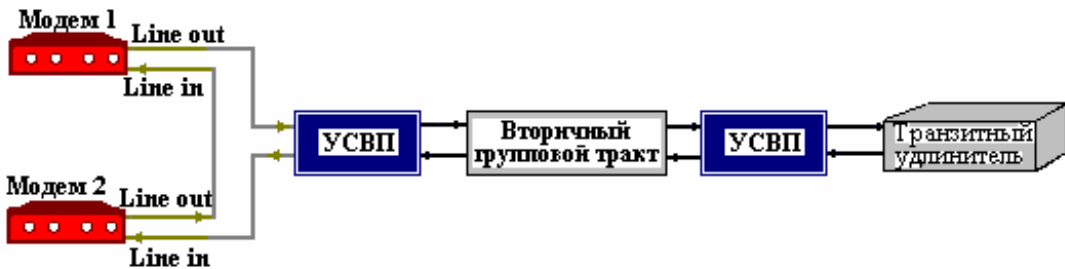
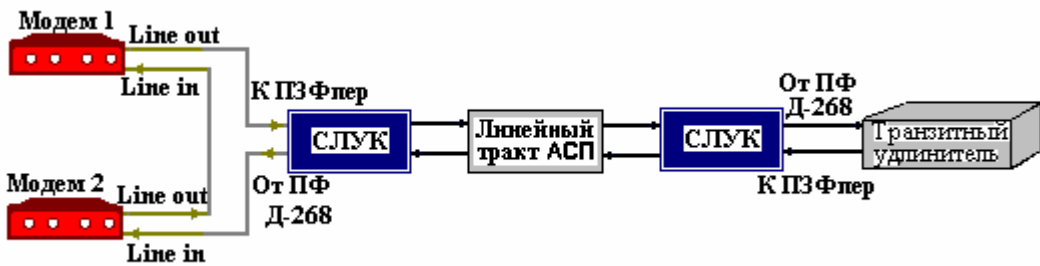

Рис. 25. Схема проверки работы модемов версий ВГн (ВГв) по шлейфу ВГТ.
Рис. 26. Схема проверки работы модемов версий ЛТ60н (ЛТ60в) по шлейфу ЛТ К-60П.
Аналогично для модемов версий ВГн и ВГв тестирование осуществляется по схеме, приведенной на Рис. 25, а для модемов версий ЛТ60н, ЛТ60в – на Рис. 26. Для версии ЛТ24 тестирование осуществляется по схеме, аналогичной версиям ЛТ60н и ЛТ60в.
1. Соединить модемы в соответствии со схемой, соответствующей версии модема (см. Рис. 24, Рис. 25 или Рис. 26).
ВНИМАНИЕ: в приемнике модема 2 при преобладании в тракте импульсных помех, что обычно имеет место, фиксируется удвоенное количество ошибок, по сравнению с ожидаемым при работе модемов, установленных на концах трассы. Это объясняется тем, что работа приемника модема 2 через шлейф по схеме (Рис. 23, Рис. 24 или Рис. 25) равносильна работе через тракт удвоенной протяженности.